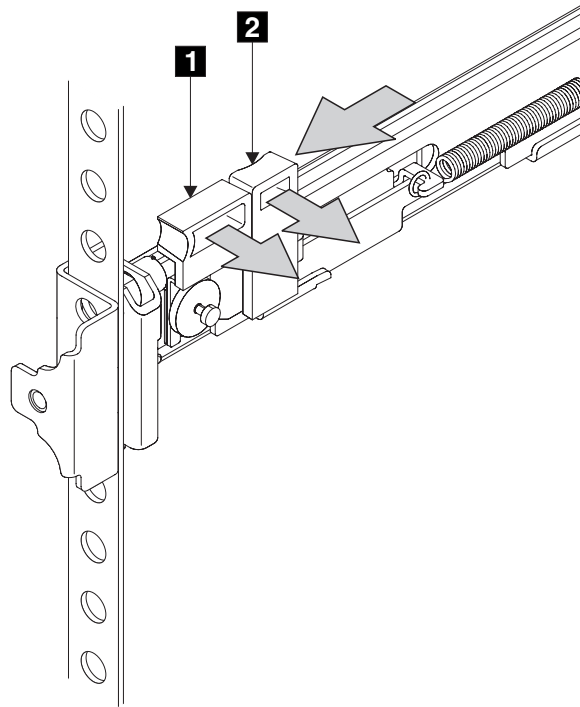

図 107. ラッチ・ロック・キャリア・アセンブリーを閉じる
8. ラッチ・ロック **2** (319 ページの図 107) をレールから押し出して、キャリアを解放します。ラッチ・ロック・キャリアがラックの前方向にスライドし、位置決めピンが、前部フランジの穴と前部レール・ブラケットの穴を通して突き出ます。